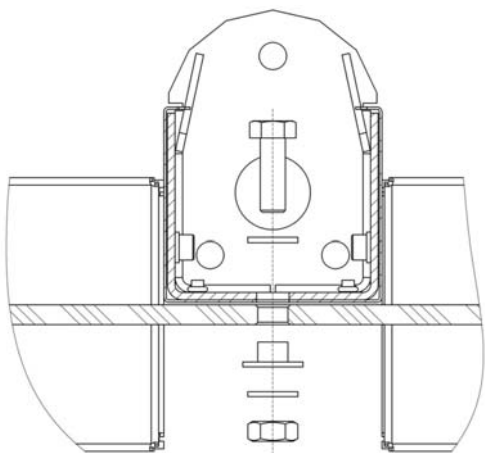

Рисунок 24. Крепление стекла заполнения в центральной стойке PERCo-ST-01
7. Снимите передние панели (8) обеих боковых стоек.
8. Используя рожковые и торцевые ключи S17, открутите и снимите 6 болтов М10×30 с шайбами, пластиковыми втулками и гайками крепления стекла заполнения (по два – в кронштейнах боковых стоек и два – на центральной стойке) (см. рис. 24, 25).